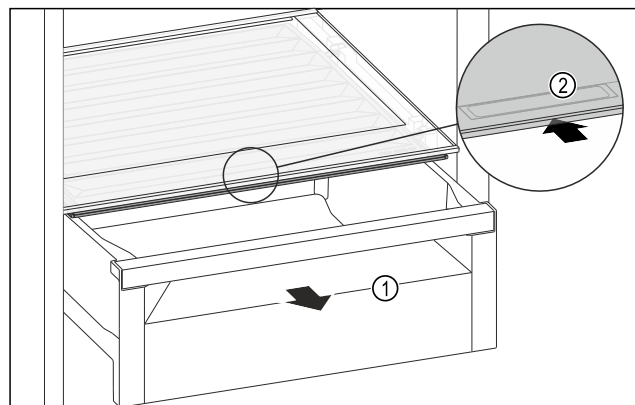

Fig. 112
- ▶ Извлеките выдвижной ящик Fig. 112 (1).
- ▶ Возьмитесь за утопленную ручку Fig. 112 (2) на крышке отделения и одновременно введите крышку отделения назад.